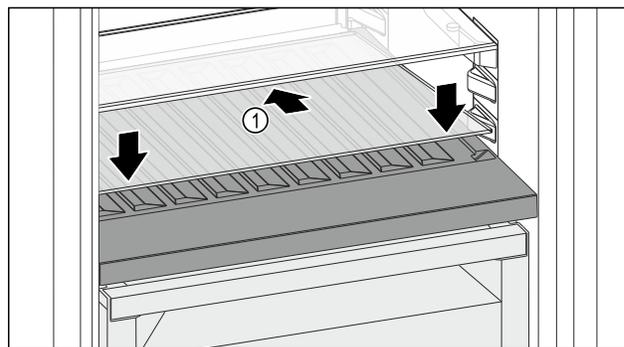

Fig. 110
- ▶ Placer la plaque de verre Fig. 110 (1) en biais et inclinée vers le bas.
- ▶ Abaisser l'avant de la plaque de verre Fig. 110 (1).